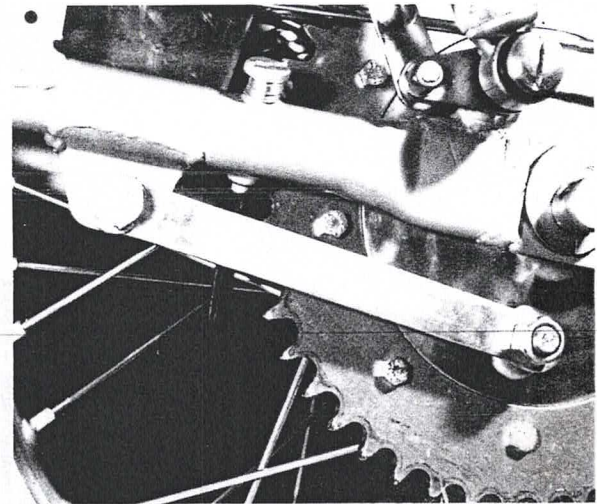

Bild 178
- Den Bremsanker wieder anbauen und sorgfältig befestigen (Bild 178). Falls sich der Bremsanker löst, blockiert die Bremse schon bei leichter Betätigung, was zu einem Sturz führen kann.